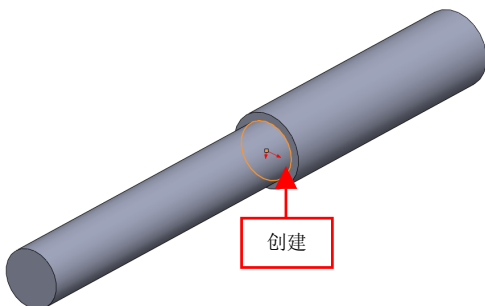

图 7-9 创建圆对象
(4) 进入草图绘制环境，单击【圆】按钮，在绘图区中合适位置处，创建一个圆对象，如图 7-9 所示。